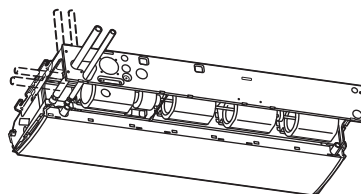

Fig. 3-19
- Le posizioni di collegamento dei tubi del refrigerante sono mostrate nella figura qui sotto. Le tubazioni possono venire messe in posa in 3 direzioni diverse. (Fig. 3-19)
- * Se il tubo flessibile di scarico viene steso sul lato sinistro, consultare la Fig. 3-19 e seguire la procedura descritta per installare il tubo flessibile. Riattaccare l'arresto in gomma tolto in precedenza sul lato destro. L'arresto in gomma può venire inserito facilmente usando un cacciavite o un utensile del genere per inserirlo a forza nella luce di scarico dell'unità principale. Premere l'arresto a forza nella luce di scarico dell'unità principale fino in fondo.